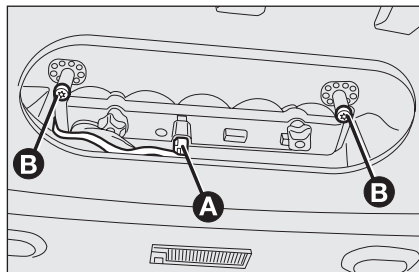

fig. 25
- débrancher le connecteur électrique **A-fig. 25**;
- dévisser le dispositifs de blocage latéraux **B-fig. 25**;